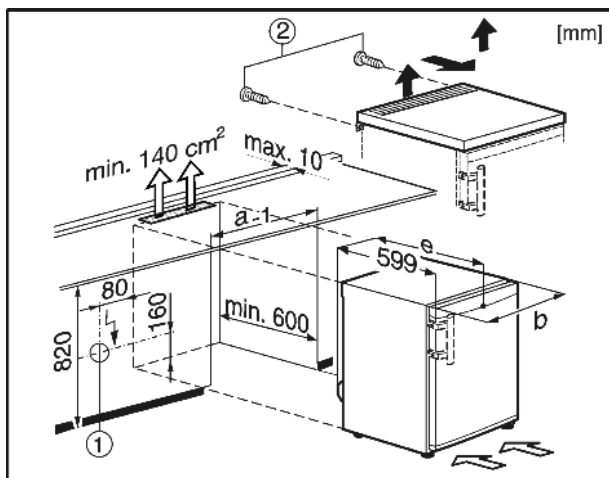

Fig. 9
Het stopcontact *Fig. 9 (1)* dient daarbij naast de achterkant van het apparaat te vallen en eenvoudig toegankelijk te zijn.
- ▶ Bouten *Fig. 9 (2)* aan de achterkant verwijderen.